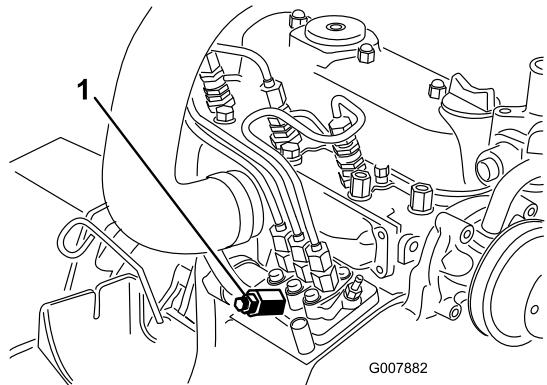

Figura 48
3. Coloque un trapo debajo del tornillo de purga de aire de la bomba de inyección de combustible, y abra el tornillo (Figura 48).